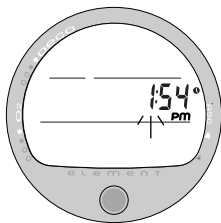

Abb. 21 - UHRZEIT EINSTELLEN
- Nach dem Einstellen und Akzeptieren der Stundenanzeige erscheint das Display Uhrzeit einstellen mit der blinkenden Einstellung (Abb. 21).